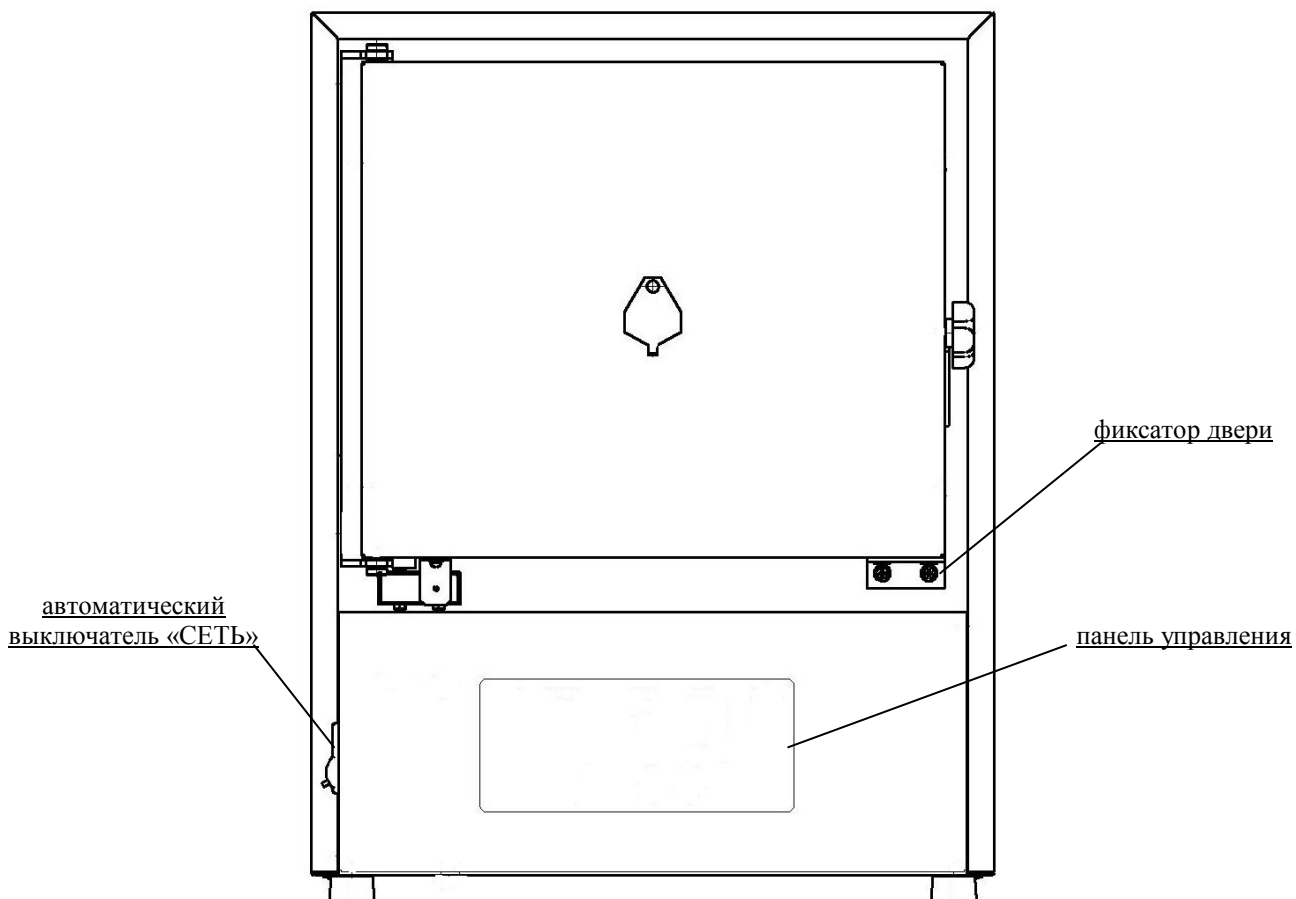

Рисунок 1 – Общий вид электропечи
- снять фиксатор двери, открутив 4 винта (рисунок 1);
8.3. Включить выключатель «СЕТЬ», находящийся на левой стороне пульта управления электропечи (рисунок 1), при этом на цифровом индикаторе «ПРОГРАММА» загорится номер 1, на цифровых индикаторах «СТУПЕНЬ» загорится 1 ступень, на индикаторах «ПАРАМЕТРЫ» – значение заданной температуры на 1 ступени первой программы и светодиодный индикатор «t°С». Цифровые индикаторы «ПРОГРАММА» отображаются в мигающем режиме – регулятор находится в режиме «ВВОД». Лицевая панель пульта управления печи представлена на рисунке 2.